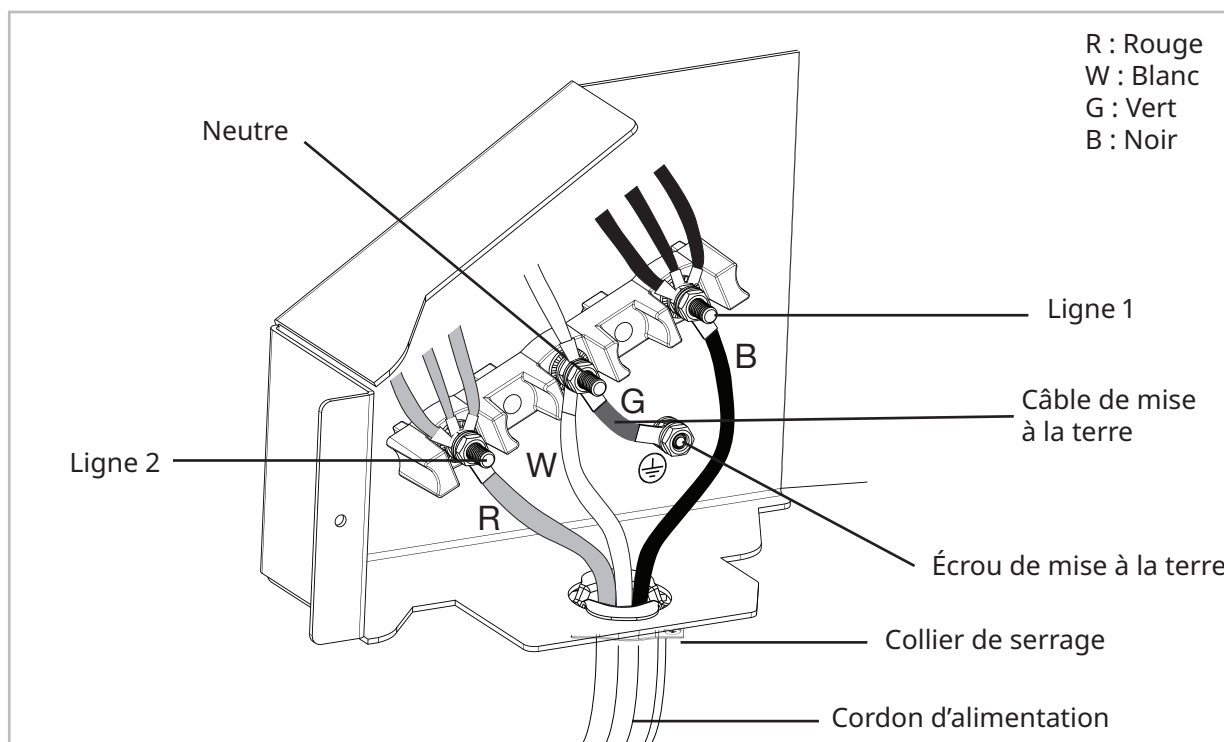
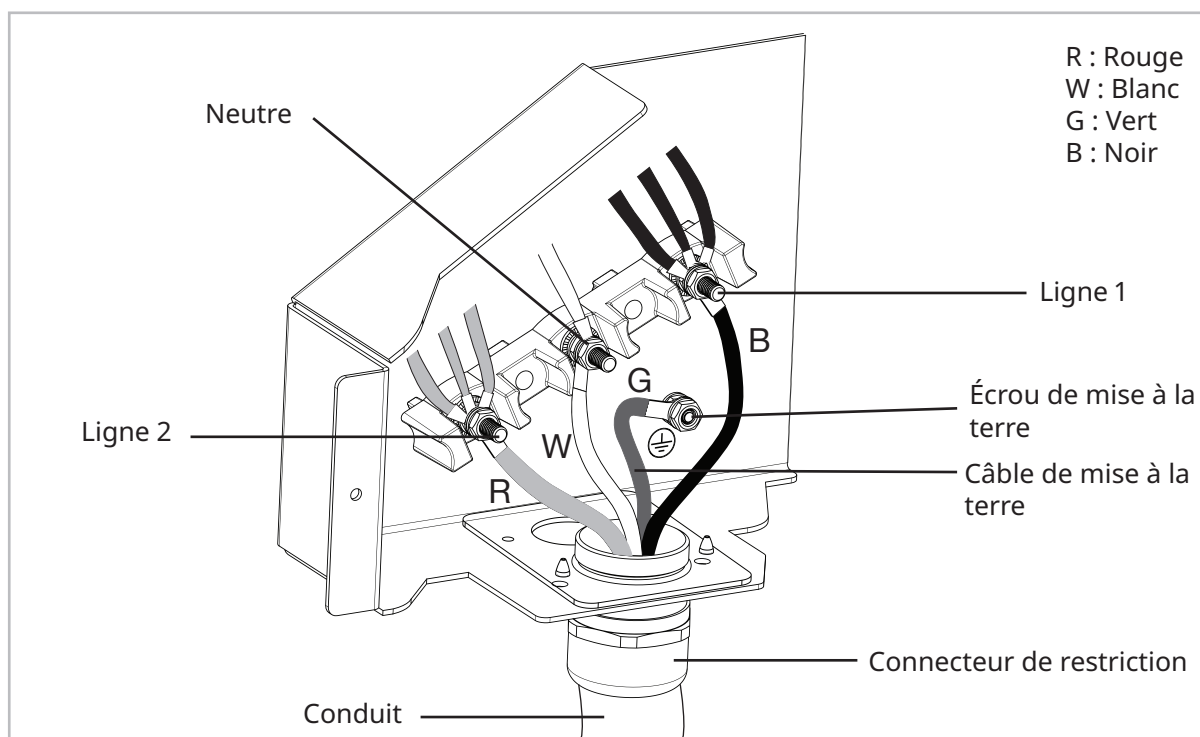

Figure 7 – Branchement à trois fils
Figure 8 - Branchement à quatre fils
4. Voir la Figure 7 pour le branchement de courant à 3 fils et la Figure 8 pour celui à 4 fils.
IMPORTANT : Le câble neutre du circuit d'alimentation doit être branché à la borne neutre du bornier située au centre de celui-ci. Les câbles d'alimentation doivent être branchés aux bornes gauche et droite du bornier. Le câble de mise à la terre doit être raccordé au support de la cuisinière à l'aide de vis et de rondelles tel qu'illustré à la figure 8 ci-dessous.